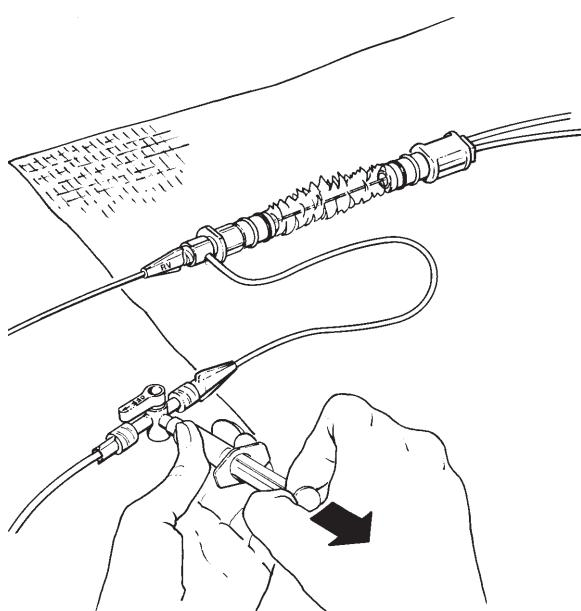

Figure 8. Aspirating and flushing of T-B adapter and RA lumen ■ **Figure 8.** Aspiration et rinçage de l'adaptateur T-B et de la lumière AD
■ **Abbildung 8.** Entlüften und Spülen des T-B-Adapters und des RA-Lumens ■ **Figura 8.** Aspiración y purgado del adaptador T-B y la luz AD
■ **Figura 8.** Aspirazione e irrigazione di adattatore T-B e lume AD ■ **Afbeelding 8.** Zuigen en spoelen van de T-B-adapter en het RA-lumen